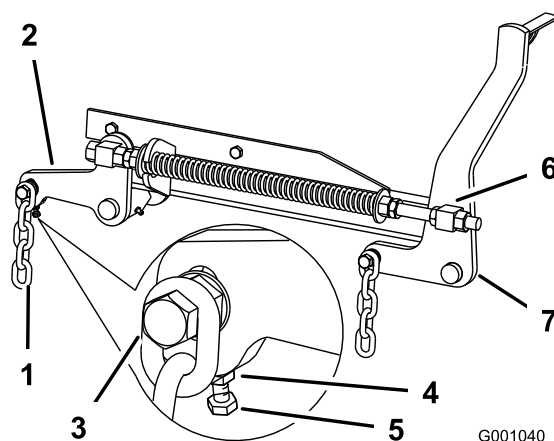

Figure 72
7. Si la distance mesurée au point **B** ou **C** n'est pas correcte, desserrez le boulon de fixation de la chaîne arrière au bras de support arrière (Figure 72).
8. Desserrez l'écrou de blocage sous le bras de support arrière et agissez sur le boulon de réglage de manière à obtenir une distance de 79 à 83 mm (Figure 72).
7. Desserrez d'environ 13 mm les écrous de blocage à l'avant des pivots avant gauche et droit (Figure 72).
8. Réglez les écrous de relevage sur les côtés gauche et droit de la machine de manière à abaisser l'avant de 6 à 10 mm au point A par rapport au point B à l'arrière (Figure 72).